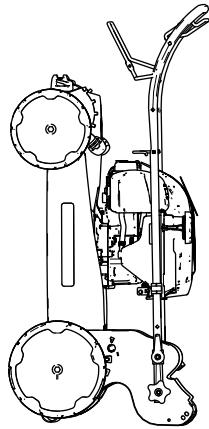

Рисунок 19
6. Поднимите переднюю часть машины за рукоятку и переместите ее на место хранения (Рисунок 19).